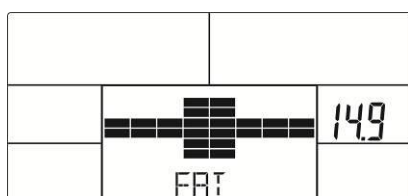
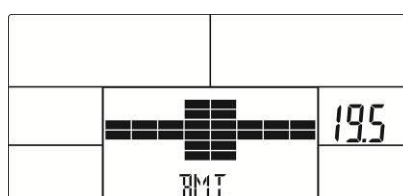

Fig.23
Fig.24
4. Skjermen vil nå vise et BODY FAT-symbol, brukerens fettprosent (Fig.23) og BMI (Fig.24) i 30 sekunder.